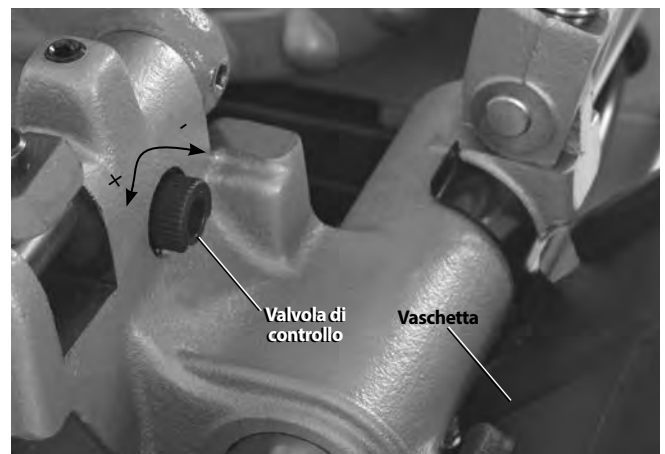

Figura 5 – Regolazione del flusso dell'olio
11. Controllare il livello dell'olio di taglio RIDGID. Rimuovere il raccoglitrucioli e l'insero della coppa dell'olio; Accertarsi che lo schermo del filtro sia interamente sommerso nell'olio. *Vedere Manutenzione del sistema di lubrificazione*. Se la macchina è dotata di vaschetta, accertarsi che sia correttamente posizionata in modo da allontanare le gocce d'olio dalla testa portapettini fino al raccoglitrucioli (*vedere Figura 5*).
- Portare la testa portapettini sulla posizione di utilizzo. Premere e tenere premuto l'interruttore a pedale. Controllare il flusso dell'olio attraverso la testa portapettini. Rimuovere il piede dall'interruttore a pedale. Il flusso dell'olio può essere regolato con la valvola di controllo sul carrello (*Figura 5*). La rotazione in senso orario riduce il flusso e quella in senso antiorario aumenta il flusso. Non effettuare la regolazione mentre la macchina è in funzione.